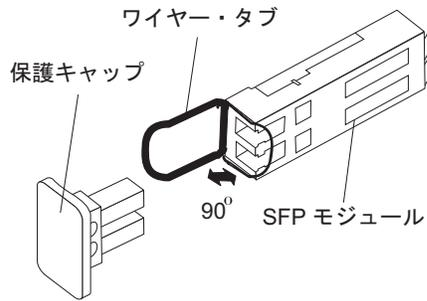

図 28. SFP モジュール・ラッチのアンロック - ワイヤー・タブの場合
- ワイヤー・タブが入っている SFP モジュールの場合は、58 ページの図 28 に示すように、ワイヤー・ラッチを外側に 90° 引いて SFP モジュールのラッチをアンロックします。